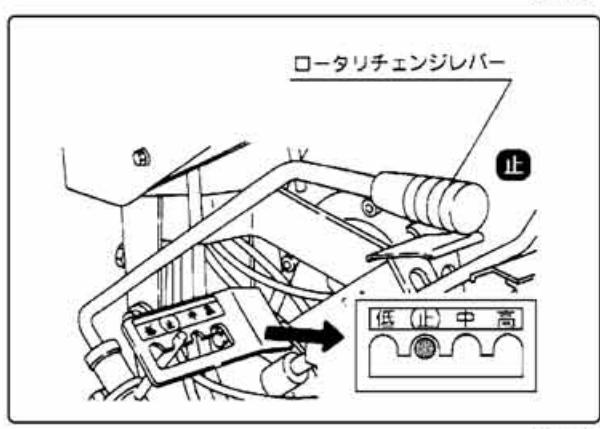

図14
- ③ロータリーチェンジレバーを [止] の位置にします。(図14)